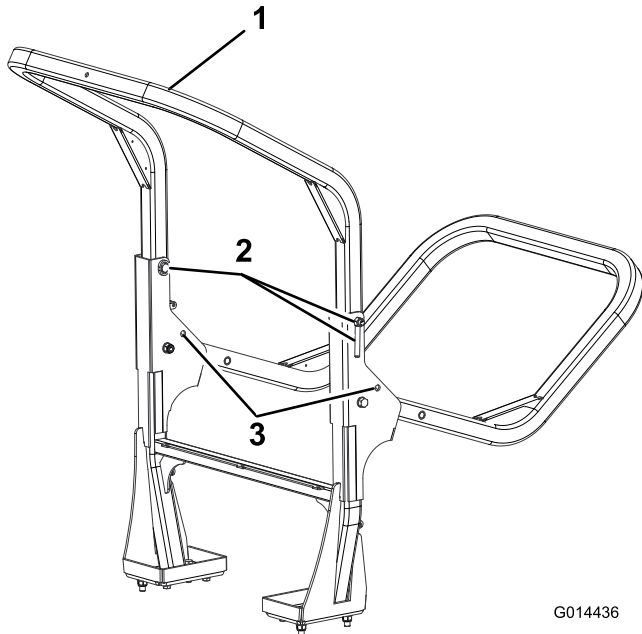

Bild 46
2. Stützen Sie das Gewicht des oberen Rahmens, während Sie die Handmutter, Unterlegscheiben und Haltebolzen von den Lagerblöcken (Bild 46) entfernen.